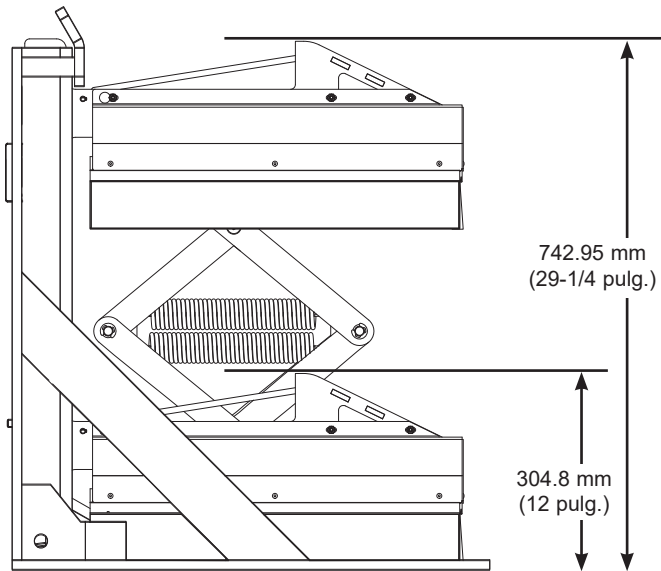

Figura 5
- Todos los modelos PowerStop con el gancho de retención alto estándar de un solo nivel tienen un margen de servicio de 304.8 mm a 742.95 mm (12 a 29-1/4 pulg.). Consulte la Figura 5.